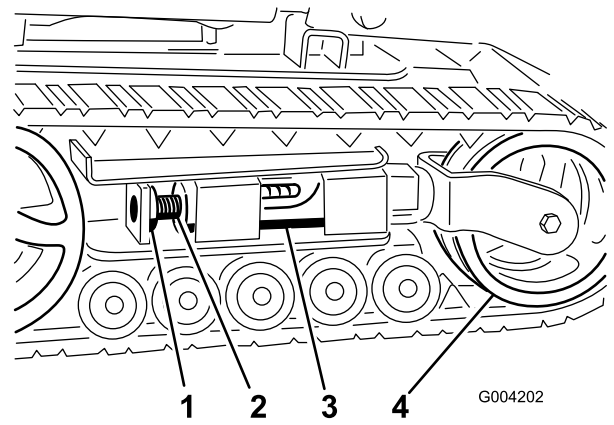
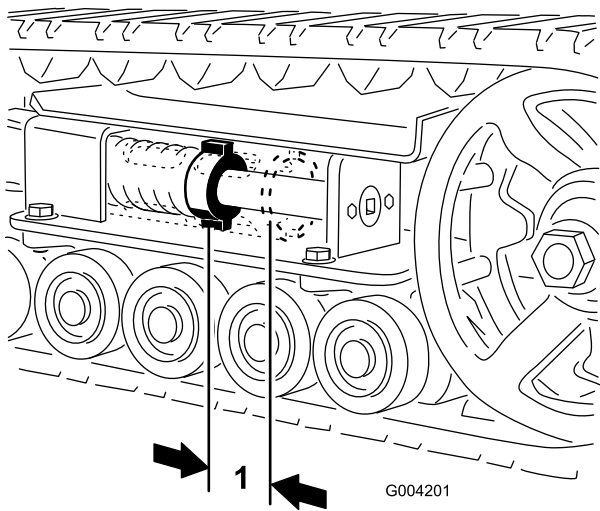
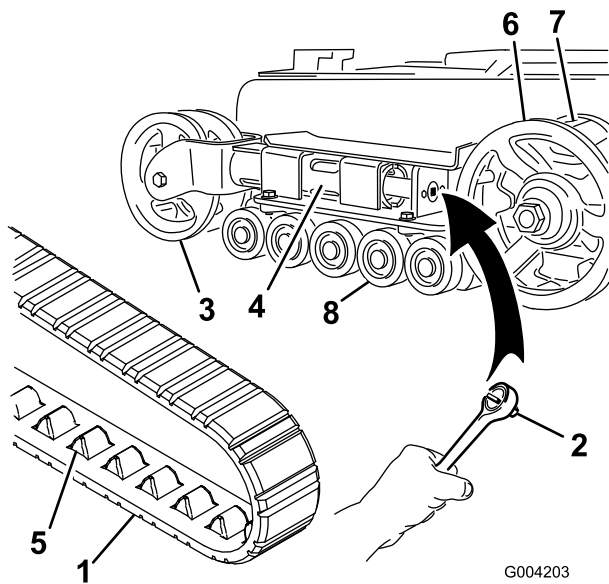
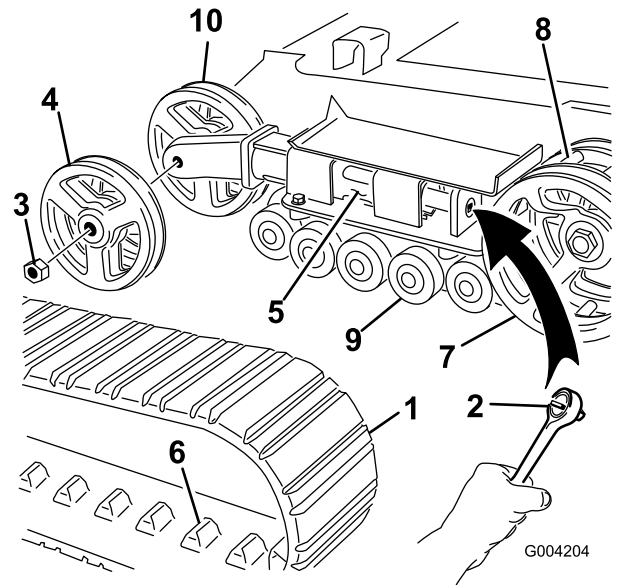

Figura 48
Figura 47
Figura 49
Figura 50
Debe haber una holgura de 7 cm entre la tuerca tensora y la parte de atrás del tubo tensor (Figura 47). Si no es así, ajuste la tensión de las orugas usando el procedimiento siguiente:
3. Retire el perno de bloqueo y la tuerca (Figura 48).
4. Usando una llave de tubo de 1/2" (Figura 49), gire el tornillo tensor en sentido antihorario hasta que la distancia entre la tuerca tensora y la parte de atrás del tubo tensor (Figura 47) sea de 7 cm.
5. Alinee la muesca más próxima del tornillo tensor con el taladro del perno de bloqueo, y fije el tornillo con el perno de bloqueo y la tuerca (Figura 48).
4. Usando una llave de 1/2 pulgada (13 mm), alivie la tensión en la oruga girando el tornillo tensor en el sentido de las agujas del reloj (Figura 48 y Figura 49).
5. Empuje la rueda tensora hacia la parte de atrás de la unidad de tracción para mover el tubo de horquilla contra el bastidor (Figura 49). (Si no toca el bastidor, siga girando el tornillo tensor hasta que lo toque.)
7. Cuando haya retirado la oruga de la rueda tensora, retírela del piñón de arrastre y de las ruedas de rodaje (Figura 49).
8. Empezando en la rueda motriz, pase la oruga nueva alrededor de dicha rueda, asegurándose de que los dientes de la oruga encajen entre los espaciadores de la rueda (Figura 49).
9. Empuje la oruga por debajo de y entre las ruedas de rodaje (Figura 49).
11. Gire el tornillo tensor en sentido antihorario hasta que la distancia entre la tuerca tensora y la parte de atrás del tubo de horquilla (Figura 47) sea de 7 cm.
4. Usando una llave de 1/2 pulgada (13 mm), alivie la tensión en la oruga girando el tornillo tensor en el sentido de las agujas del reloj (Figura 48 y Figura 50).
5. Empuje la rueda tensora hacia la parte de atrás de la unidad de tracción para mover el tubo tensor contra el bastidor (Figura 50). (Si no toca el bastidor, siga girando el tornillo tensor hasta que lo toque.)
6. Retire la tuerca que fija la rueda tensora exterior y retire la rueda (Figura 50).
7. Retire la oruga (Figura 50).
8. Retire la tuerca que fija la rueda tensora interior y retire la rueda (Figura 50).
12. Instale la rueda tensora interior y fíjela con la tuerca que retiró anteriormente (Figura 50).
14. Instale la oruga nueva, asegurándose de que los dientes de la oruga encajen entre los espaciadores de la rueda motriz (Figura 50).
15. Instale la rueda tensora exterior y fíjela con la tuerca que retiró anteriormente (Figura 50).
17. Gire el tornillo tensor en sentido antihorario hasta que la distancia entre la tuerca tensora y la parte de atrás del tubo tensor (Figura 47) sea de 7 cm.